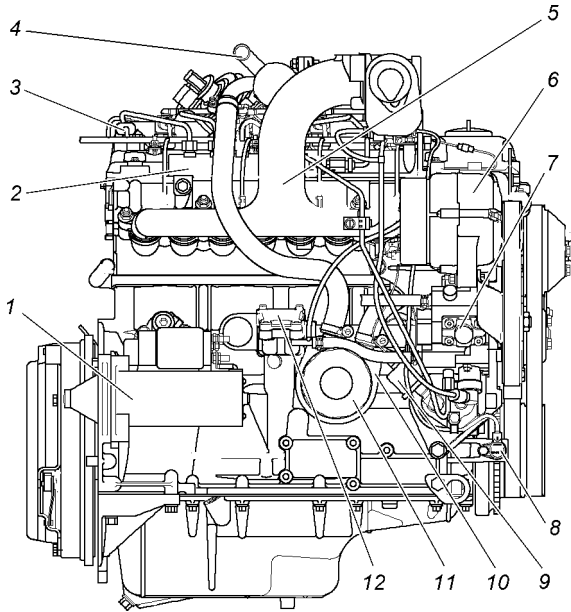

Рис. 9.12. Двигатель ЗМЗ-51432 (вид справа):
- заменить масляный фильтр 11 (см. рис. 9.12);